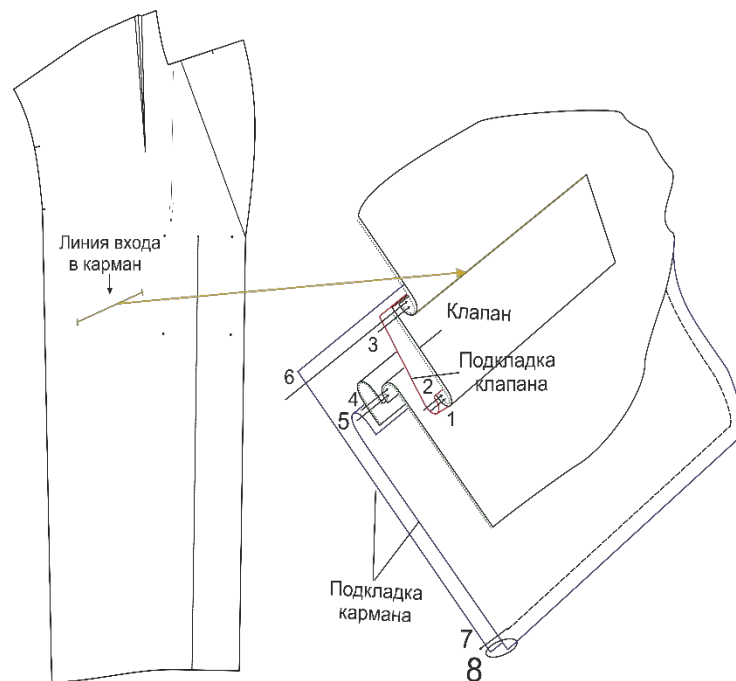

Рис. 2
5. Обработайте прорезной карман с клапаном (Рис. 2).